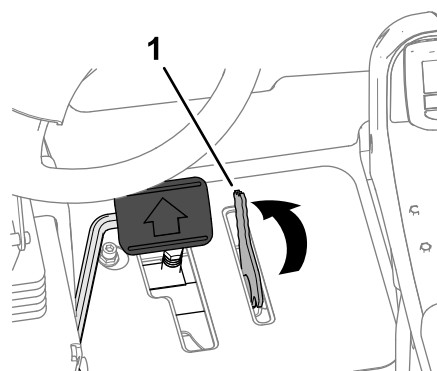

Figura 47
3. Utilice el pie para mover la palanca del limitador de la velocidad de siega hacia adelante a la posición de SIEGA (Figura 47).